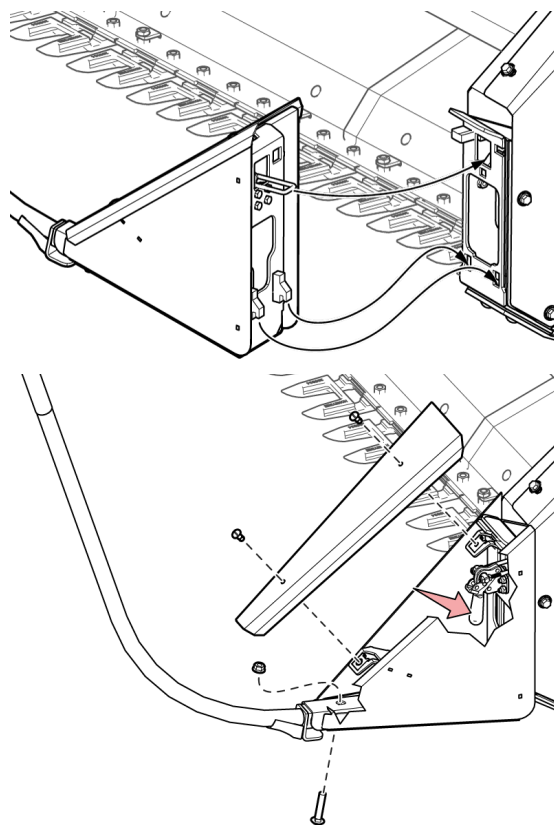

Рис. 41 - Установите делитель жатки
Убедитесь в том, что боковые делители правильно установлены и что на них отсутствуют остатки растений (см. Рис. 41 на стр. 37)
- Убедитесь в том, что боковые делители правильно установлены и что на них отсутствуют остатки растений (см. Рис. 41 на стр. 37)